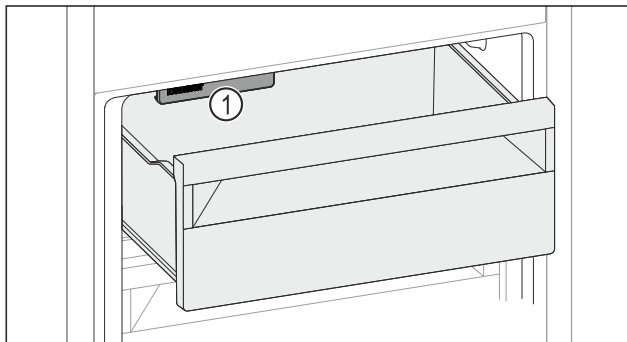

Fig. 138
- ▶ IceMaker Fig. 138 (1) berücksichtigen.